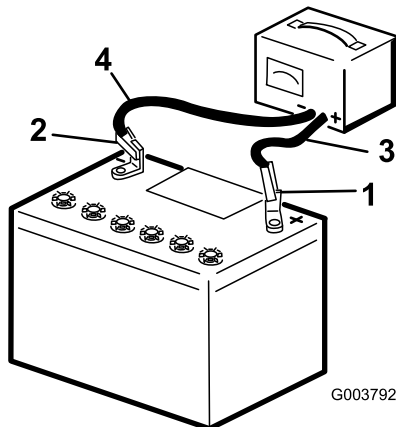

Figure 64
2. Chargez la batterie pendant 4 à 8 heures à un régime de 3 à 4 A (Figure 64). Ne chargez pas la batterie excessivement.
3. Quand la batterie est chargée au maximum, débranchez le chargeur de la prise, puis débranchez les fils du chargeur des bornes de la batterie (Figure 64).